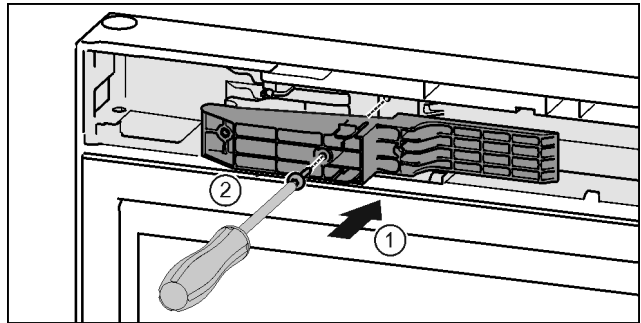

Fig. 48 *
- ▶ Adapterstück auf der Griffseite in die Aussparung einsetzen. Fig. 48 (1)*
- ▶ Schrauben mit Schraubendreher T15 festschrauben. Fig. 48 (2)*